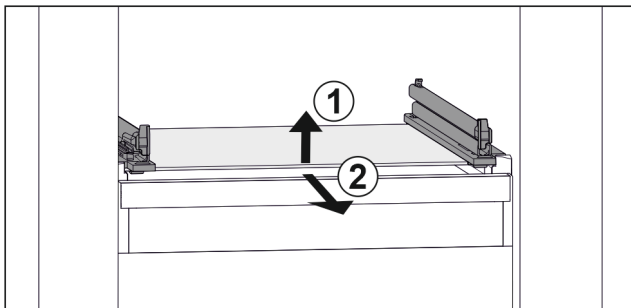

Fig. 118 Representación de la placa de vidrio a modo de ejemplo
- ▶ Levante la placa de vidrio por delante. Fig. 118 (1)
- ▶ Retire la placa de vidrio hacia delante. Fig. 118 (2)